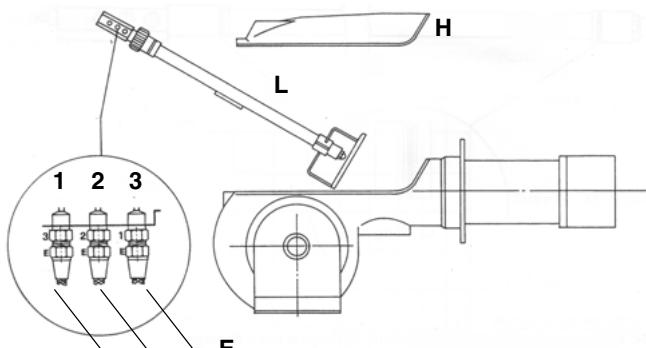

Рис. 15
- Открутить мазутные соединительные детали Е, которые крепят мазутные шланги к фурме, и снять последностью весь узел, как показано на Рис. 15.